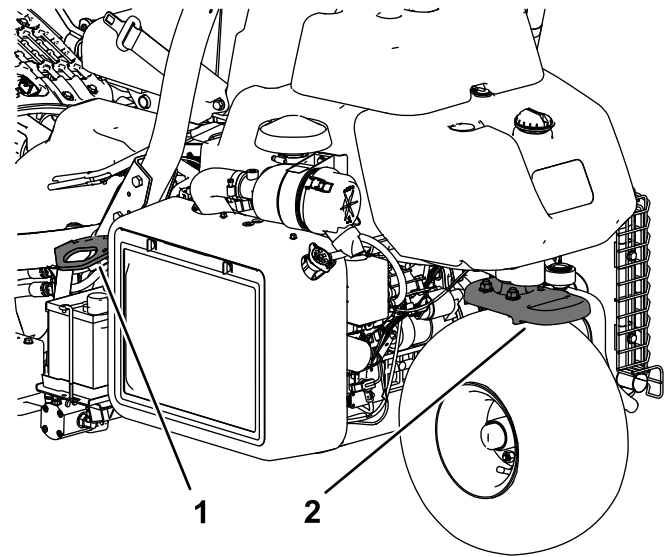

Figura 36
- Amarre la máquina firmemente con correas, cadenas, cables o cuerdas. Tanto la correa delantera como la trasera deben orientarse hacia abajo y hacia fuera respecto a la máquina (Figura 36).